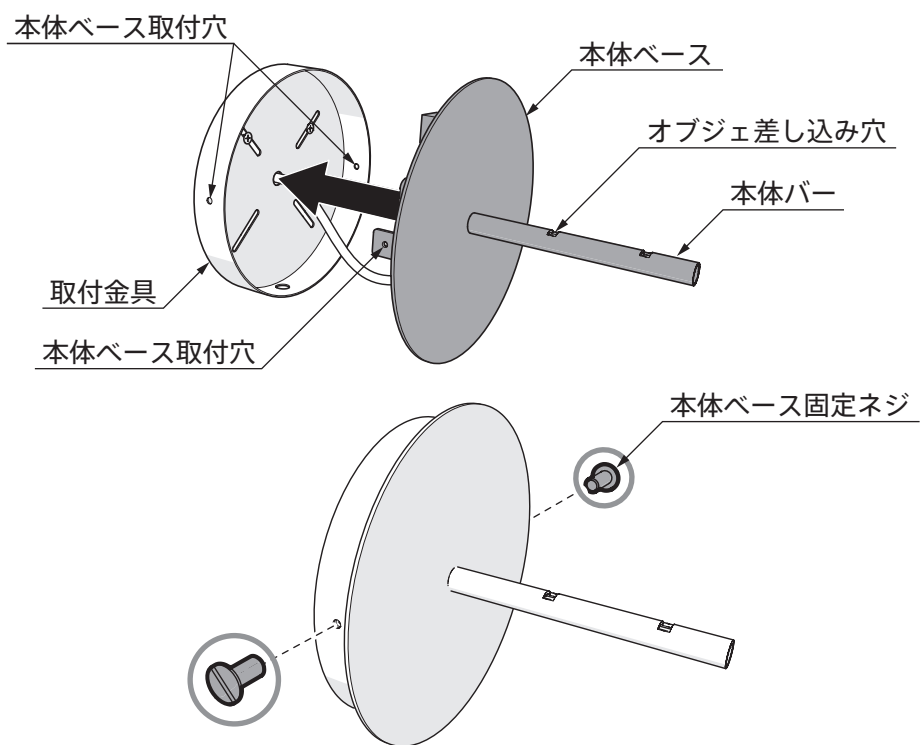

図 8
- 7. 本体バーの先端をペン先で押して、オブジェ差し込み穴のツメが開いたらオブジェの足を差し込み、ペン先を離します。ツメが戻り、オブジェが本体バーにロックされます。(図8)